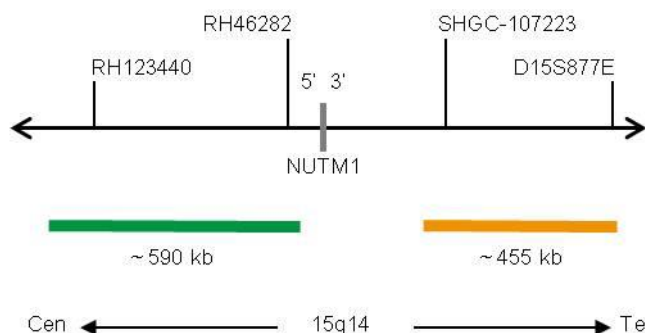

Fig. 1: SPEC NUTM1 Mapa de la sonda (no está a escala)
- Polinucleótidos marcados en verde (excitación a 503 nm/emisión a 528 nm) ZyGreen (~10 ng/ μ l), dirigidos a secuencias localizadas en 15q14* (chr15:33,999,791-34,587,649) proximales a la región del punto de ruptura de NUTM1 (ver Fig. 1).
- Polinucleótidos marcados en naranja (excitación a 547 nm/emisión a 572 nm) ZyOrange (~4,5 ng/ μ l), dirigidos a secuencias localizadas en 15q14* (chr15:34,873,659-35,326,986) distales a la región del punto de ruptura de NUTM1 (ver Fig. 1).